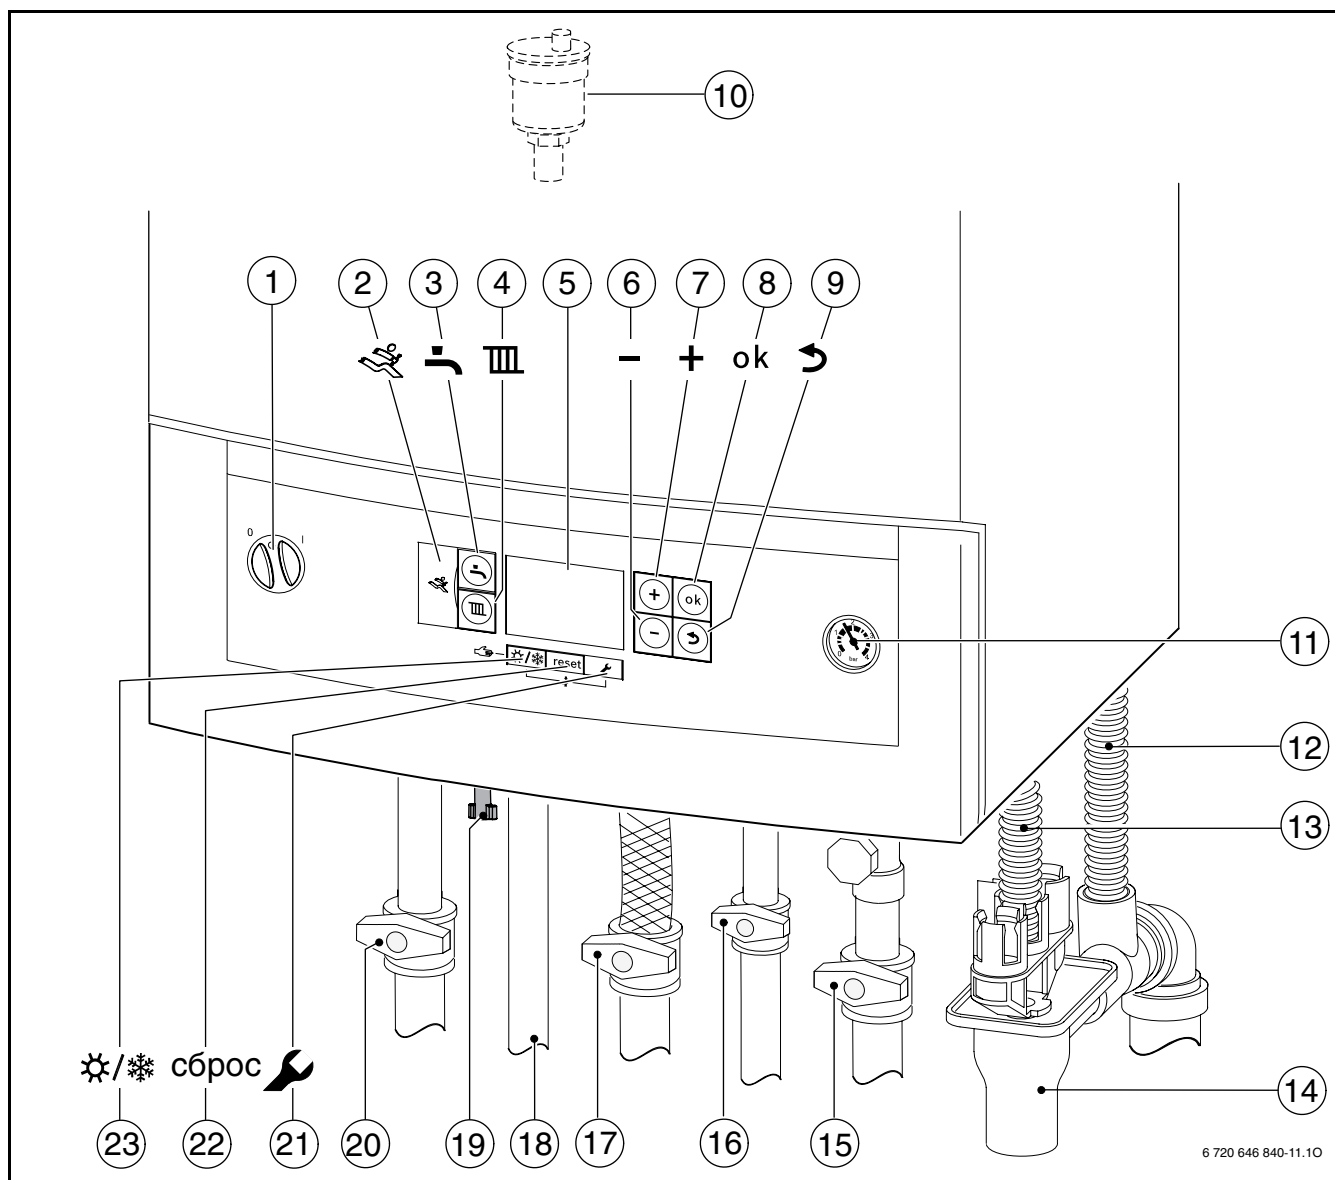

Рис. 15. Элементы индикации и управления главного контроллера Logamatic BC20
- Включение и выключение котла отопления и всех подключенных модулей кнопкой Вкл./Выкл. (рис. 15, поз. 1)
- Кнопка переключения «Лето/Зима» (рис. 15, поз. 23)